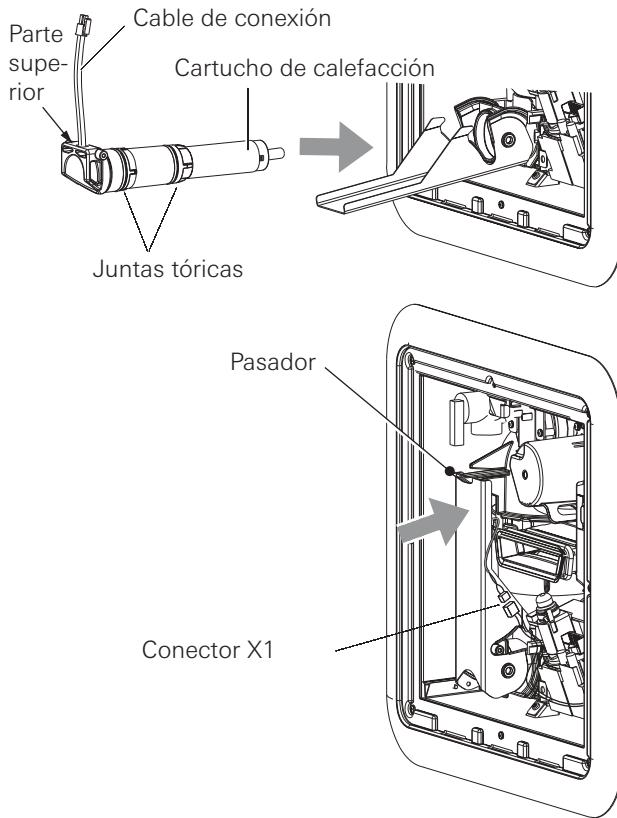

Fig. 4b
9. Instale el cartucho de calefacción como se muestra en la Fig. 4b. Observe la posición de instalación correcta y cierre la palanca Easy Drain Lever hasta que quede bloqueada por el pasador. Cuando la palanca Easy Drain Lever encaje, oirá un sonido de «clic».